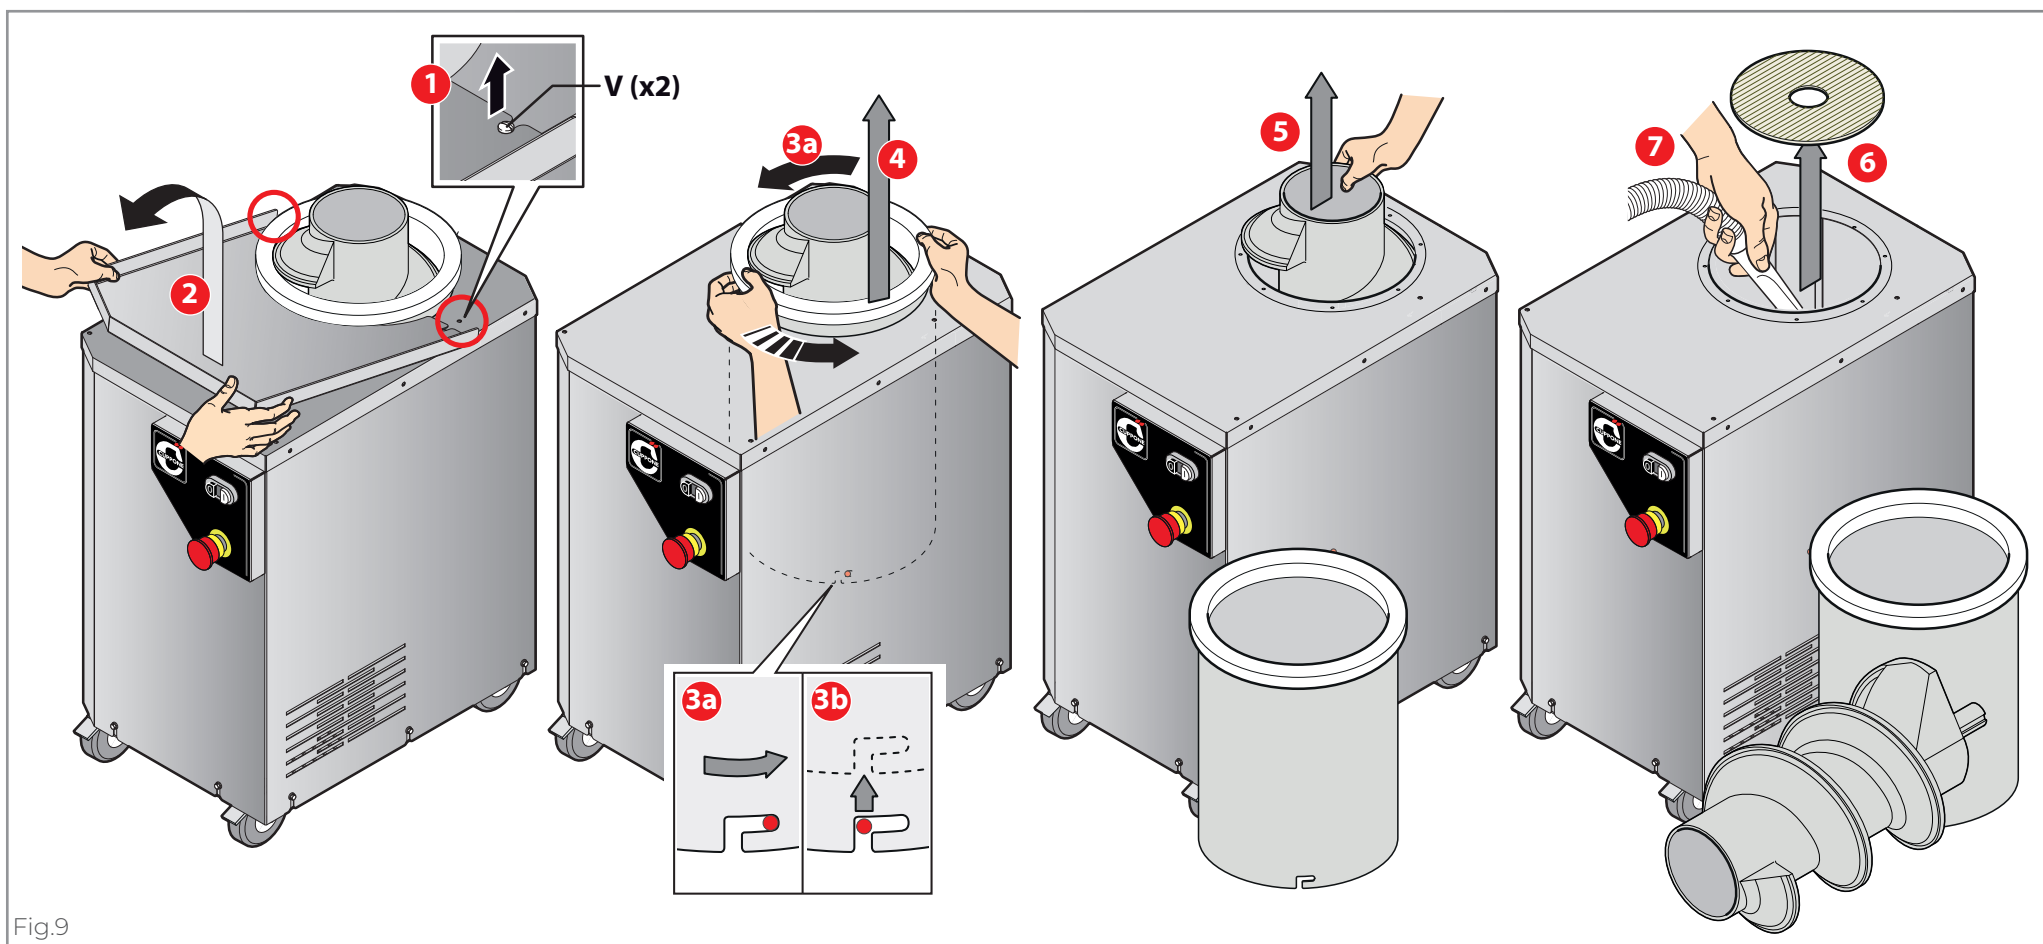

Fig.9
Le disque inférieur qui se trouve sous la vis sans fin doit être nettoyé	Retirez-le et nettoyez-le comme indiqué sur ► Fig.9 à la page 11
► Fig.9